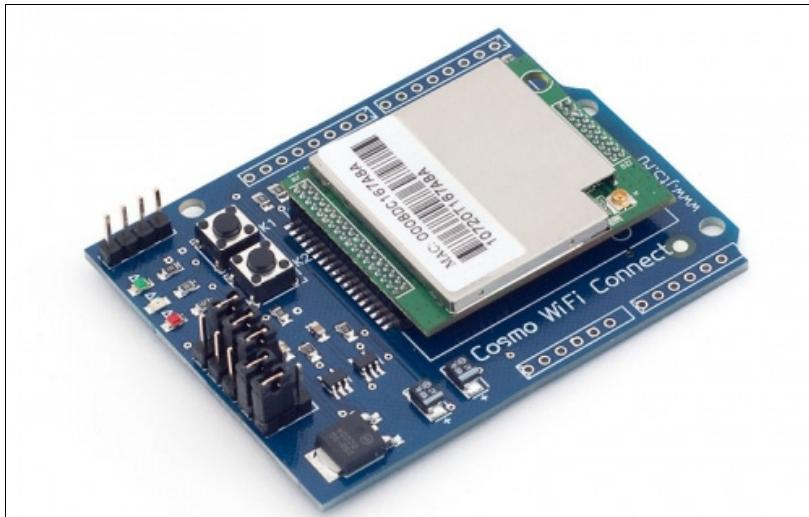

Рис. 3.8. Cosmo WiFi Connect
- **Cosmo WiFi Connect** (рис. 3.8) — плата предназначена для организации беспроводной сети стандарта IEEE 802.11b/g.